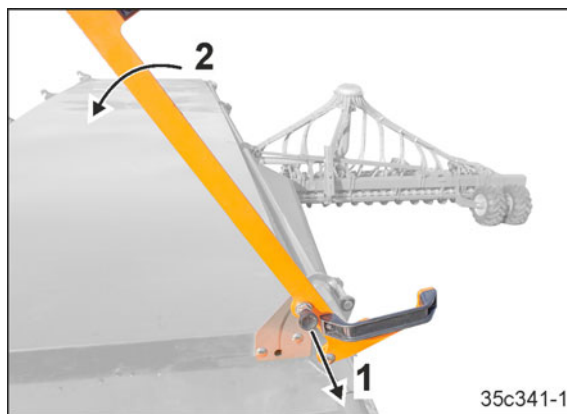

Bild 229
3. Dra ut den fjäderbelastade bulten (Bild 229/1) och sväng spaken (Bild 229/2) nedåt.